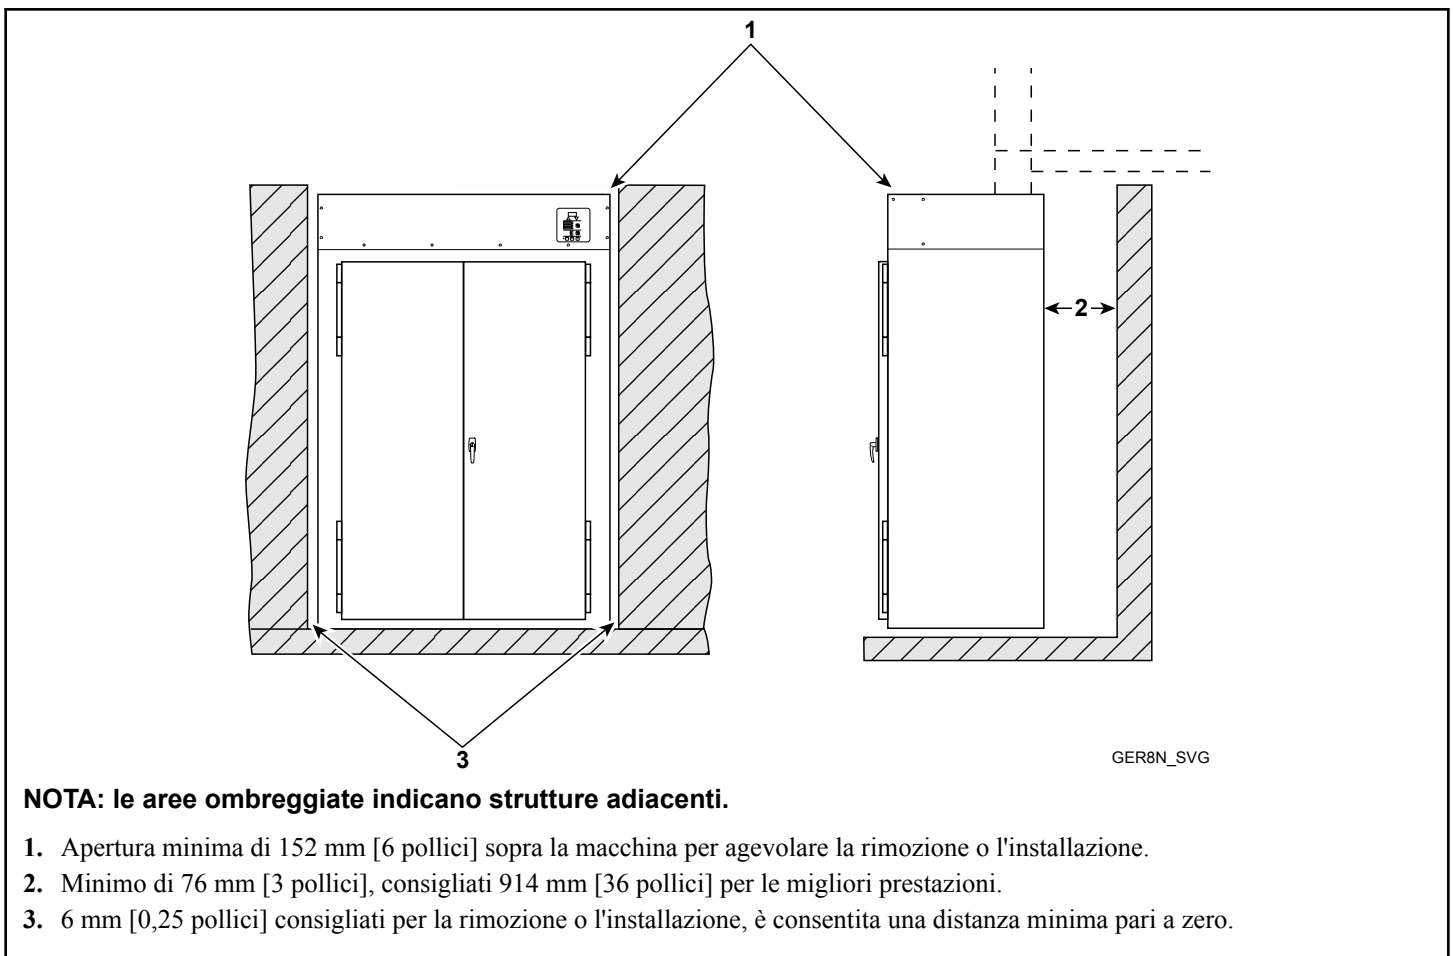

Figura 1
La figura *Figura 1* illustra un tipico armadietto degli indumenti di lavoro. Notare le dimensioni minime e massime. Rispettare le norme e le disposizioni di legge locali.
**IMPORTANTE: Installare l'armadietto degli indumenti di lavoro con uno spazio sufficiente per la manutenzione e il funzionamento, vedere la *Figura 1*.**